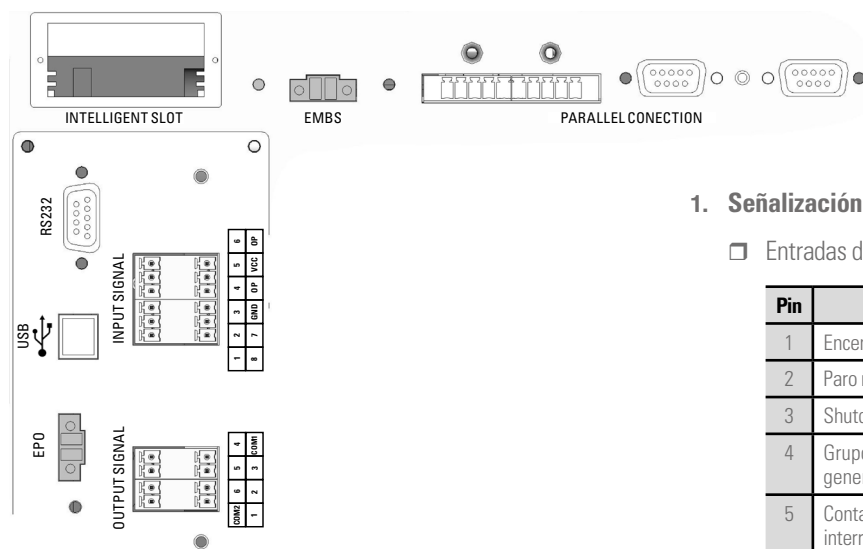
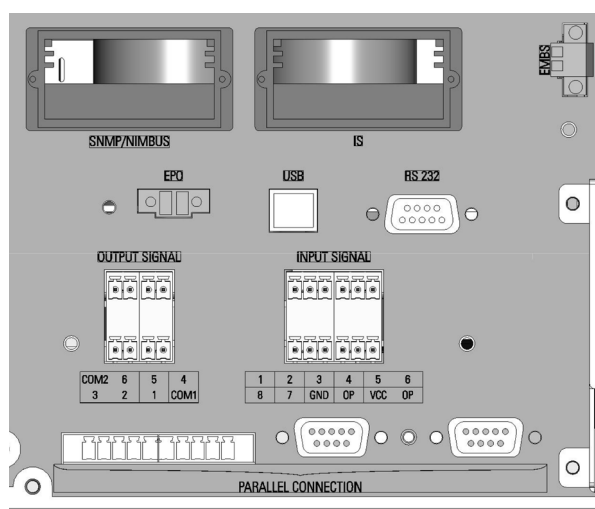
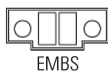

Fig. 19. Detalle de la Interface externa y comunicaciones equipos versión torre.
Fig. 20. Detalle de la Interface externa y comunicaciones equipos versión rack.
Fig. 24. Conector contacto auxiliar conmutador de bypass manual SAI.
La interfaz del equipo con el exterior consta de diversas señales dedicadas de entrada y de salida, y de diferentes puertos y slots de comunicaciones, tal como muestra las Fig. 19 y Fig. 20:
- ❑ Puertos paralelo (ver Parallel Connection Fig. 19)
El conmutador de bypass manual del equipo (**Q5**) dispone un micro interruptor colocado detrás de su bloqueo mecánico. Este contacto normalmente abierto está extendido hasta una regleta de dos bornes (**EMBS**) situada detrás del equipo (ver Fig. 19 y Fig. 24) e internamente conectado al propio control del SAI.
El SAI dispone de dos bornes para la instalación de un pulsador externo de Paro de Emergencia de Salida -EPO- (Fig. 19).